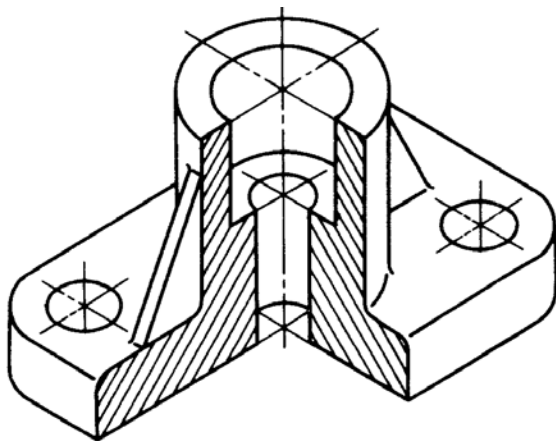
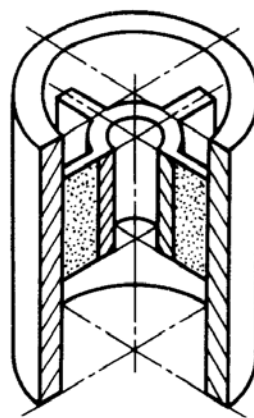

图 11
图 12
2.4 剖切平面通过零件的肋或薄壁等结构的纵向对称平面时，这些结构都不画剖面符号，而用粗实线将它与邻接部分分开（图 11）；在图中表现不够清晰时，也允许在肋或薄壁部分用细点表示被剖切部分（图 12）。